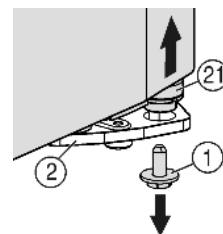
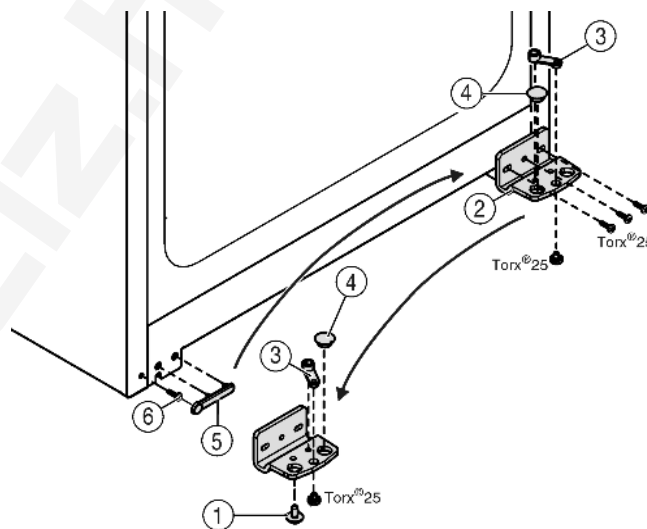

Fig. 5
Fig. 6
- ▶ Jobbra lent a csapágybakon lévő biztosítócsavart (Fig. 5 (1)) tekerje ki.
- ▶ A tartócsap (Fig. 5 (21)) kioldódik a csapágybakból (Fig. 6 (2)).
- ▶ Ha a tartócsap Fig. 5 (21) nem oldódik ki, a csapszeget alulról nyomja ki.
- ▶ Csavarozza le a csapágybakot Fig. 6 (2).
- ▶ Csavarozza le a csapágyrészt Fig. 6 (3), helyezze át a csapágybak túlsóoldali felvő furatába és csavarozza vissza.
- ▶ Vegye ki a csapágybakban lévő dugót Fig. 6 (4), és helyezze át a csapágybak szemközti oldalán lévő felvőfuratba.
- ▶ Óvatosan emelje le a fogantyú felőli fedelet Fig. 6 (5).
- ▶ Tekerje ki a csavart Fig. 6 (6) és az ellenkező oldalon helyezze be.
- ▶ Helyezze vissza a fedelet Fig. 6 (5).
- ▶ Csavarozza vissza a csapágybakot Fig. 6 (2) a csuklópánt új oldalára **4 Nm-es nyomatékkal**, szükség esetén egy akkus csavarhúzóval.
- ▶ A biztosítócsavart Fig. 5 (1) lent csavarja be a tartócsapba és húzza meg (**4 Nm-es nyomatékkal**).